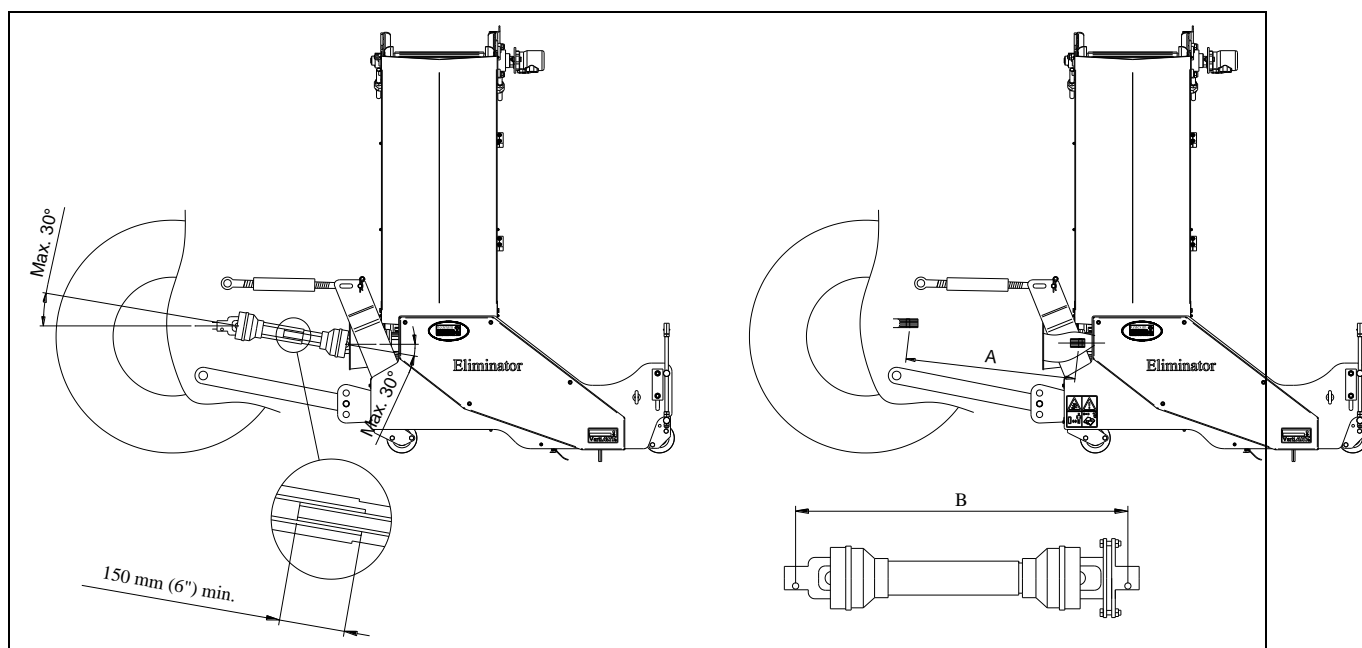

Fig. 8
5.1 O COMPRIMENTO DA PTO (Fig. 8)